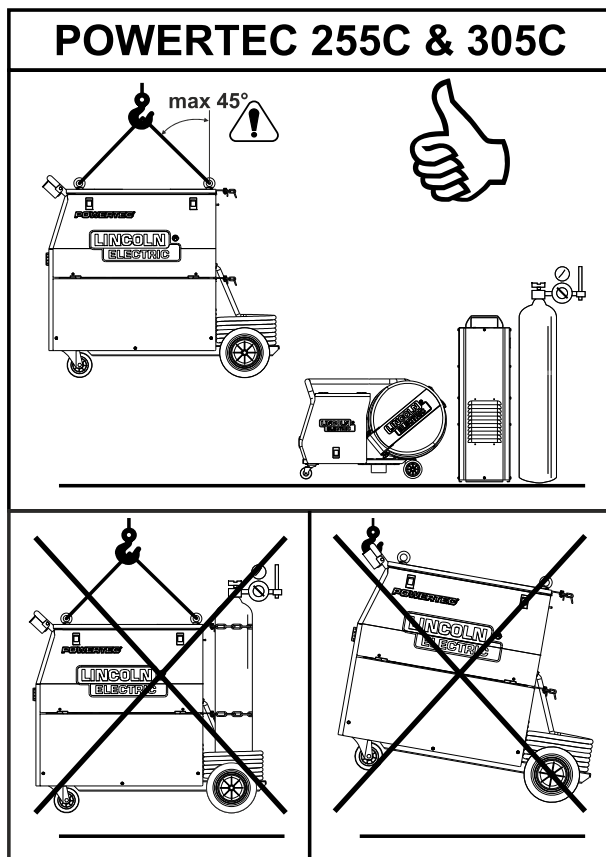

Bild 20.
Säker transport och lyftning av POWERTEC® 205C (se bild 20):
- Använd utrustning med tillräcklig kapacitet för att lyfta och hålla aggregatet. Använd travers och minst två lyftstroppar som i bild 20.
- Axiell last i 45 grader enligt bild 20.